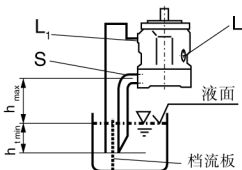

图 2
- 如果油箱的最低液面低于泵的安装法兰面则“L₁”和“S”口的接管见图2。
在安装前泵水平卧置并灌满油液。油箱上的安装见图2。